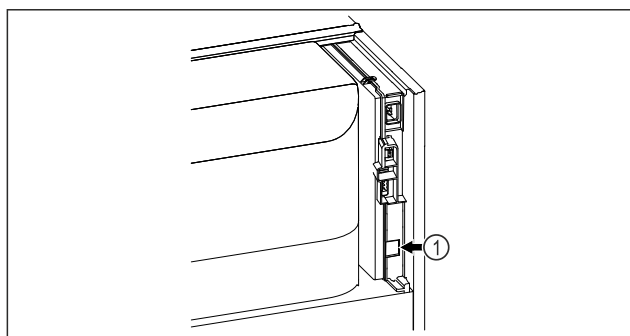

Fig. 172
- SmartModule Fig. 172 (1) è inserito.